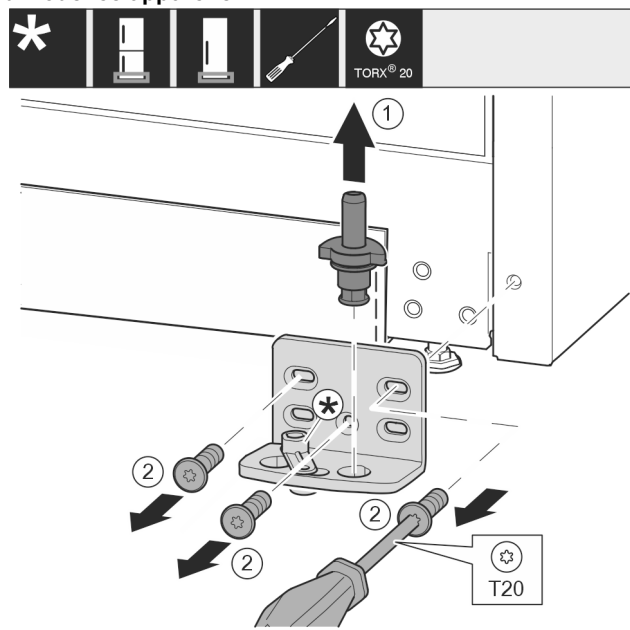

Fig. 9
- ▶ Sortir complètement l'axe de palier par le haut. Fig. 9 (1)
- ▶ Desserrer les vis avec le tournevis T20 et enlever le support de palier. Fig. 9 (2)